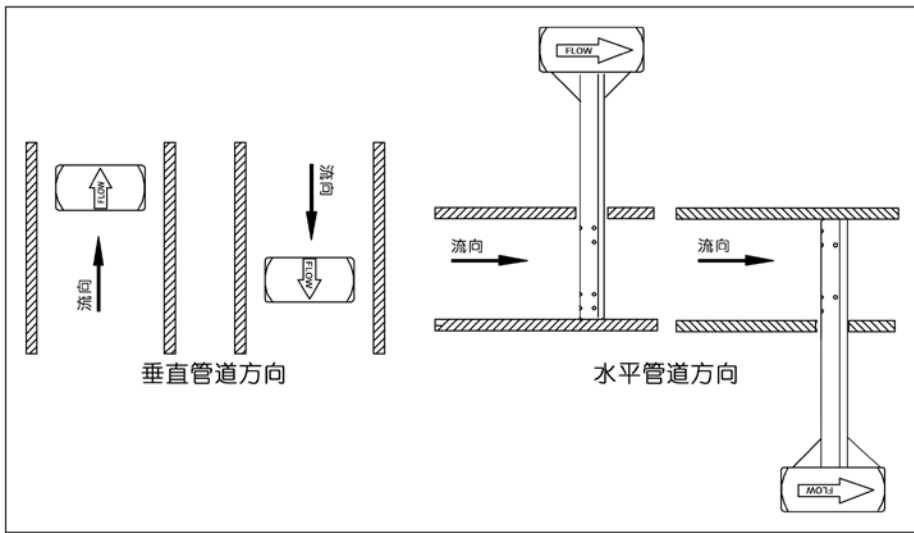

图 4：流体方向
- 调整探头方向，使仪表接头上标注着 "Flow" 方向的箭头与管道内流体流向一致并与管道的轴线方向夹角在 $\pm 3^\circ$ 内（如图 4 所示）。使仪表接头保持这一方向并准备进行后续操作。
- 确认探头方向，使仪表接头上标注着 "Flow" 方向的箭头与管道内流体流向一致并与管道的轴线方向夹角在 $\pm 3^\circ$ 内（如图 4 所示）。可以使用月牙扳手或管钳来调整探头方向，从而确保对齐。